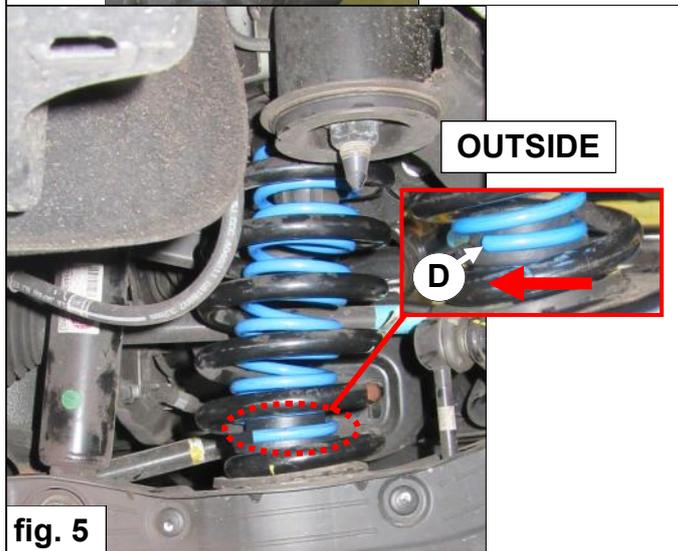

fig. 5
9. Tourner le ressort auxiliaire **C** de sorte que les deux extrémités **D** sont dirigées vers l'**extérieur**. *Voir fig. 5.*